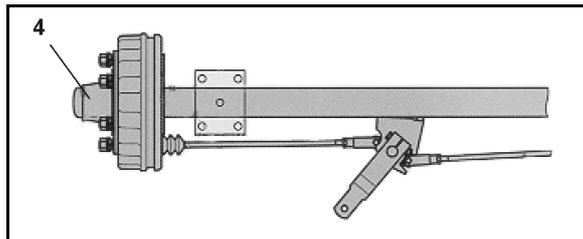

Рис. 83
- Рис. 83: Ось с разжимным рычажным тормозом